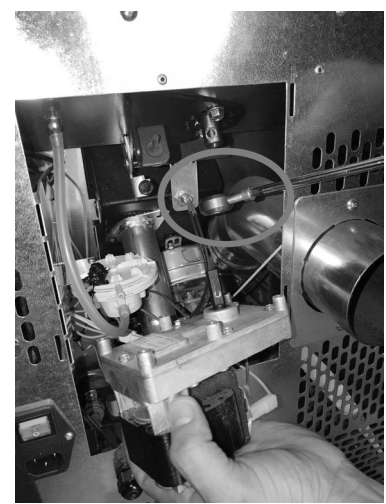

Fig. 80 - Αφαίρεση κινητήρα μειωτήρα
- Αφαιρέστε τον κινητήρα μειωτήρα ξεβιδώνοντας τη βίδα που τον μπλοκάρει (δείτε **Fig. 80**).